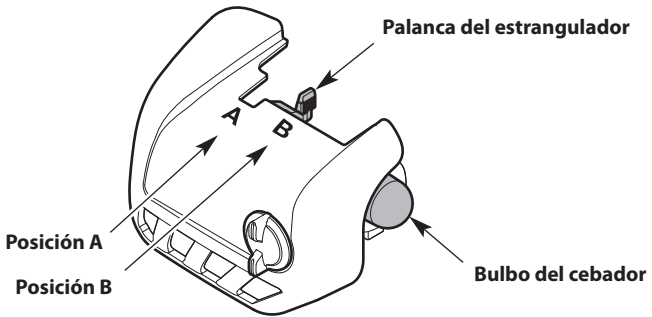

Fig. 11
1. Presione y luego suelte el bulbo del cebador lentamente **10 veces** (Fig. 11).
2. Coloque la palanca del estrangulador en la **Posición A** (Fig. 11).
6. Coloque la palanca del estrangulador en la **Posición B** (Fig. 11).